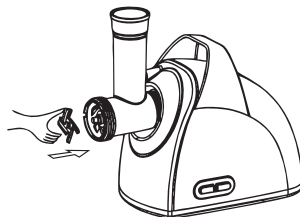

Рис.4
7.1.3 Поместите нож на шнек плоской стороной в направлении, противоположном от шнека, как указано на рис. 4.